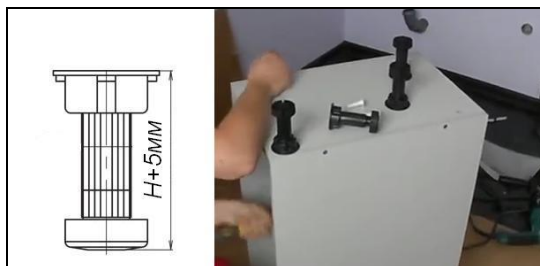

Рис. 5
1. Закрепить на нижних плоскостях столов регулируемые опоры шурупами 3,5x17 мм (опоры размещаются в соответствии с разметкой, нанесённой на днища столов: разметка может быть нанесена маркером, либо это может быть неглубокое отверстие, обозначающее центр опоры (Рис. 5)). Вывинтить опору на расстояние превышающее высоту цоколя на 5 мм.